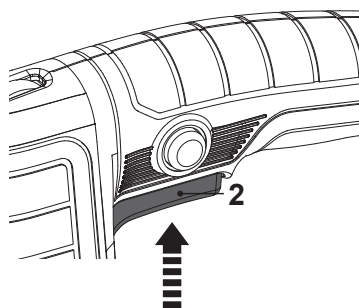

Fig. 10
- > Porniți produsul apăsând comutatorul pornit / oprit (on/off) (2) (Fig. 10).
- > Opriți produsul prin eliberarea comutatorului pornit / oprit (on/off) (2).